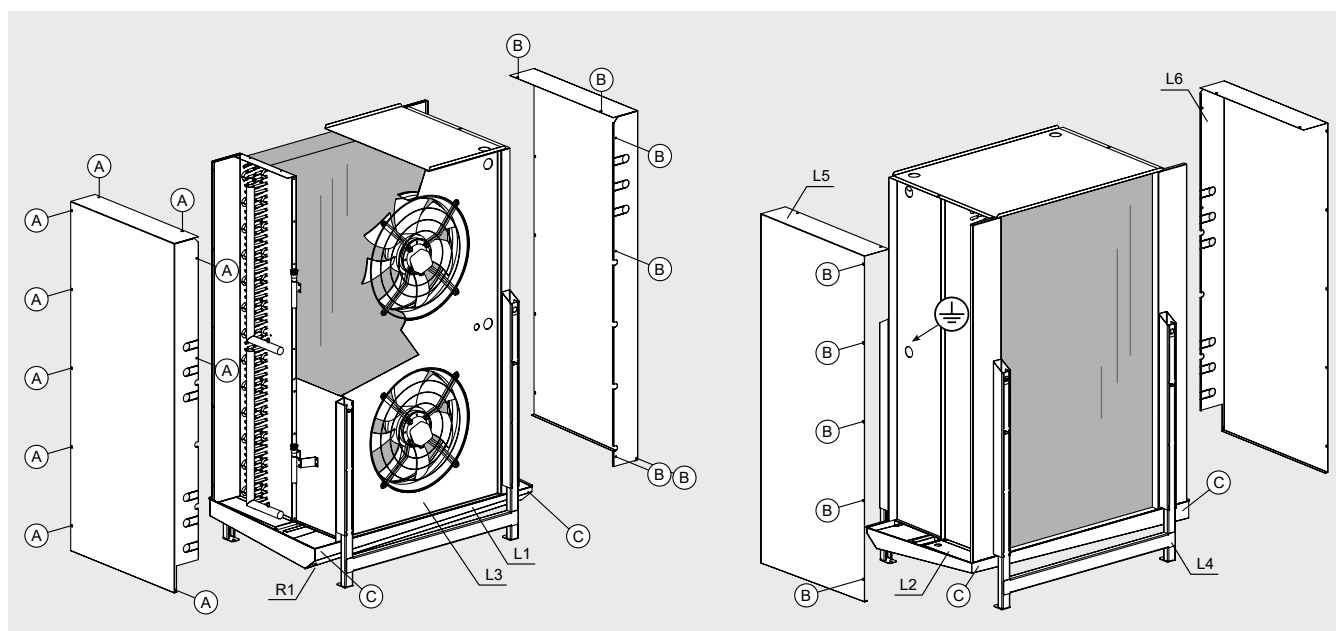

Figure 5
- 8.1 Dévisser les vis "B" et faire glisser le couvercle L5 sur le côté pour accéder aux collecteurs et aux distributeurs. Utiliser les ouvertures sur le côté du couvercle L5 pour les connexions. Voir la Figure 5.